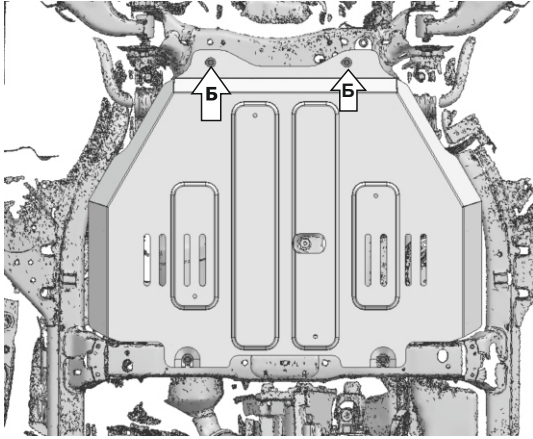

Рис.2
3. Установить защиту: завести открытыми пазами защиту на вкрученные болты. Зафиксировать защиту болтом М8 с шайбой 8 в позиции (Б). (Рис.2).
4. Установить и зафиксировать балку болтами M8x25 с шайбами 8 в позициях (Г). (Рис.2).